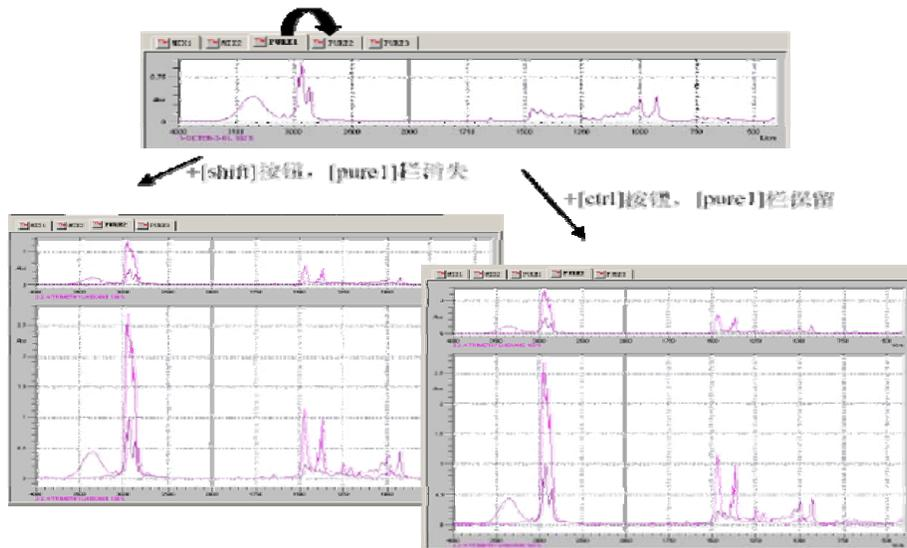

图10 重叠图谱
4. **重叠图谱(图10)**在放大窗口的任意光谱(没有隐藏)都可以以重叠状态显示在同一窗口中。我们在“pure2”光谱窗口重叠“pure1”光谱。点击[pure1]栏将其激活，按下[Shift]按钮，拖曳[pure2]栏(在光标的左边出现[+]标记)。然后光谱“pure1”光谱移动到[pure2]窗口，这时[pure1]栏消失。剩下[pure1]窗口时，在[pure2]窗口用[Ctrl]按钮取代[Shift]按钮重叠两个光谱(“pure1”和“pure2”)。重复这个操作可以重叠三个或者更多的光谱。在菜单栏点击[WINDOWS]命令的下拉式菜单中的[SPLIT]命令把每一个光谱都放回原来的窗口中。